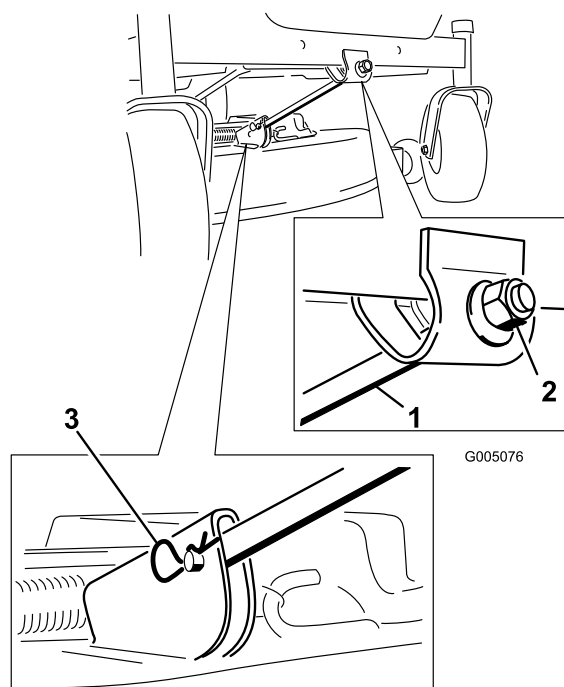

Figura 53
4. Togliete la coppiglia a forcina e il perno con testa dall'asta di sostegno anteriore (Figura 53). Abbassate con cautela la parte anteriore del piatto di taglio fino al suolo.
6. Montate l'asta di sostegno anteriore sul piatto di taglio con il perno con testa e la coppiglia a forcina (Figura 53).